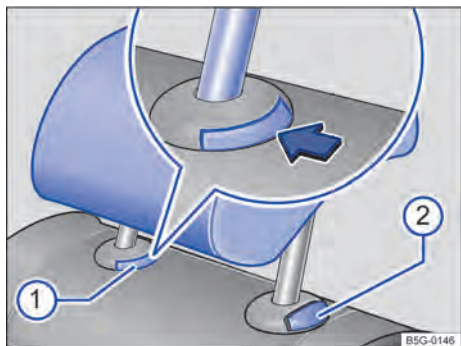
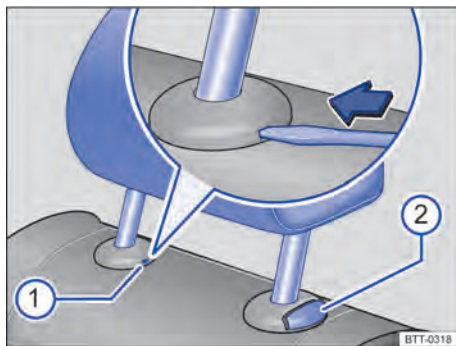

Fig. 51 Desinstalar o apoio para cabeça traseiro (variante 1).
Fig. 52 Desinstalar o apoio para cabeça traseiro (variante 2).
- Pressionar o botão ⇒ Fig. 51 (1) na guia do apoio para cabeça.
- Ao mesmo tempo, pressionar o botão (2), enquanto outra pessoa retira totalmente o apoio para cabeça.
- Se necessário enfiar a haste da chave rebatida da chave do veículo ou a lâmina da chave de fenda das ferramentas de bordo na fenda da capa de cobertura ⇒ Fig. 52 (1).
- Empurrar o apoio para cabeça para baixo com o botão ⇒ Fig. 51 (2) ou ⇒ Fig. 52 (2) pressionado.